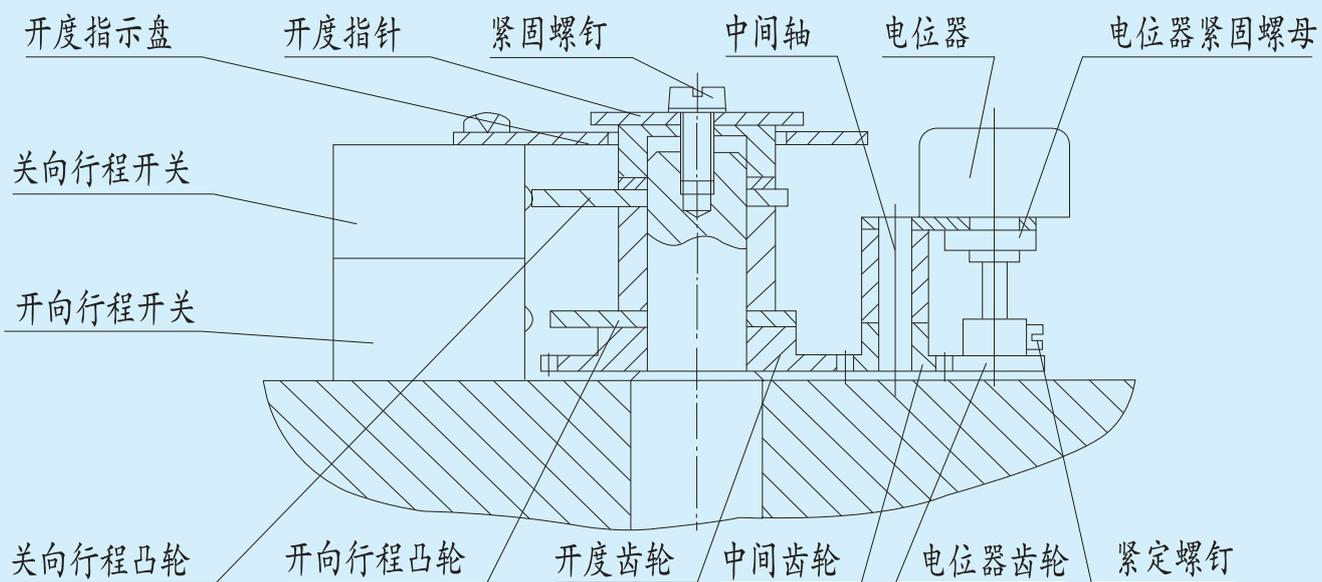

图5 行程控制机构及开度指示机构
5.4行程控制机构：结构见图5。凸轮轴与输出盘同步转动，当凸轮轴转至预先设定的行程位置时，紧固在凸轮轴上的凸轮使微动开关动作，切断电机电源，从而实现对电动装置行程的控制。
5.5开度指示机构：结构见图5。开度指示盘固定于行程开关上，凸轮轴转动使指针同时转动，以指示阀门的开度量，同时，凸轮轴上的开度齿轮通过中间齿轮带动电位器齿轮，电位器轴转动，供远传开度指示用。